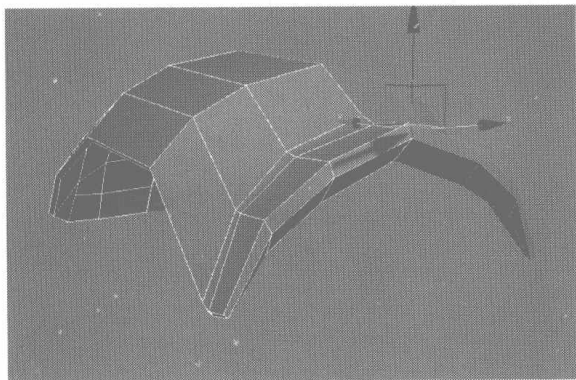

图 3.42
- 11** 在视图选择如图 3.42 所示的边线，在 Selection 卷展栏中单击 **Ring** 按钮，选择其环形边线，单